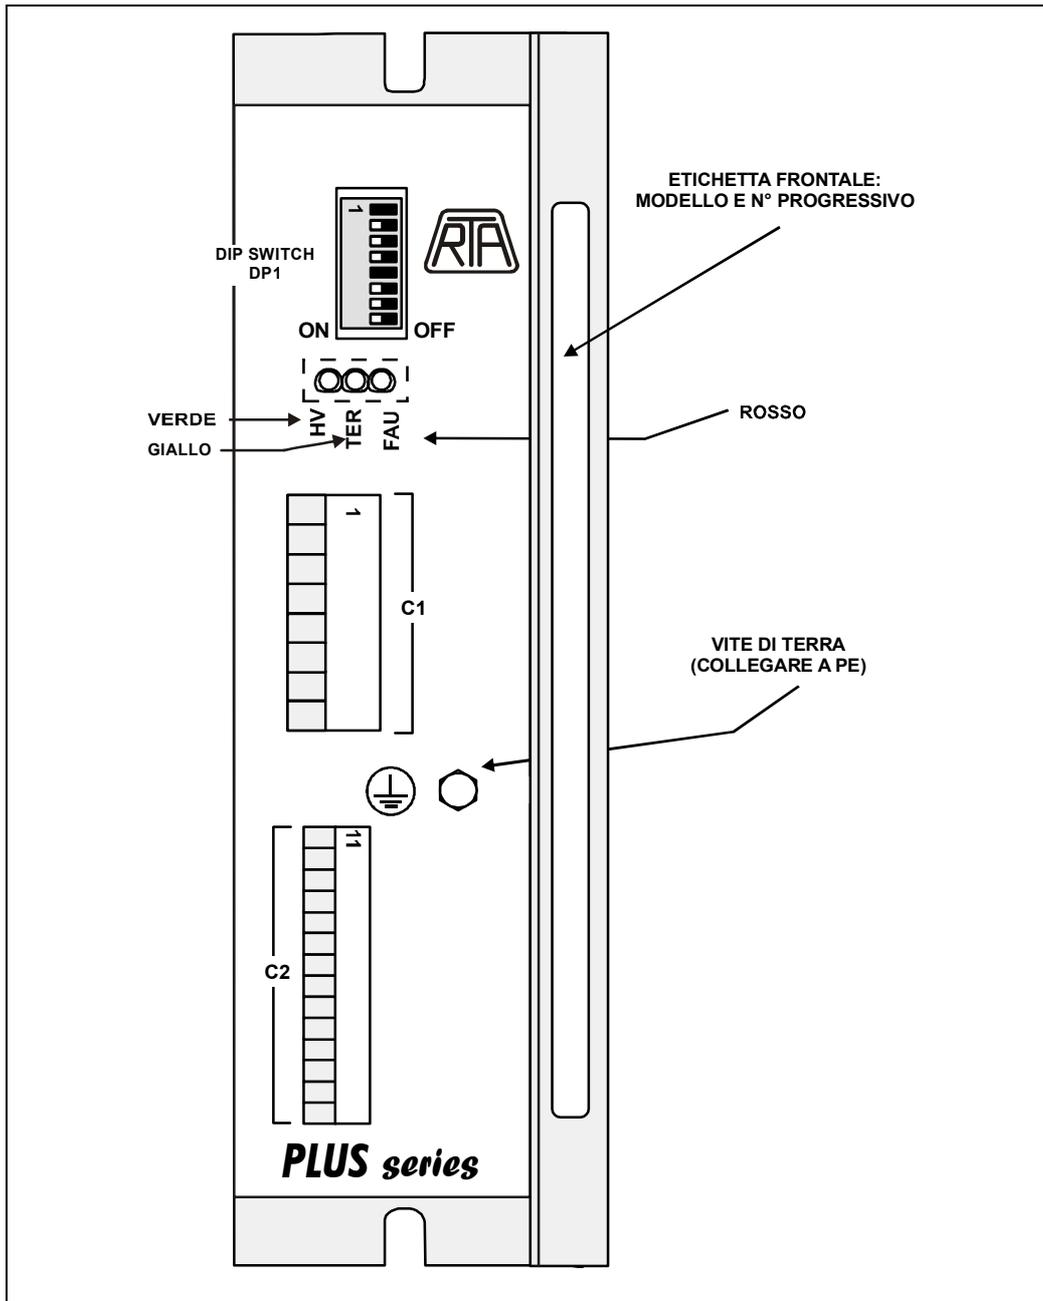

Fig. 4 – Dip-switch DP1, led e connettori.
- 6.2- In Fig. 4 è indicata la disposizione del DIP-SWITCH DP1, dei LED di segnalazione, dei connettori e delle etichette sugli azionamenti della serie PLUS A.